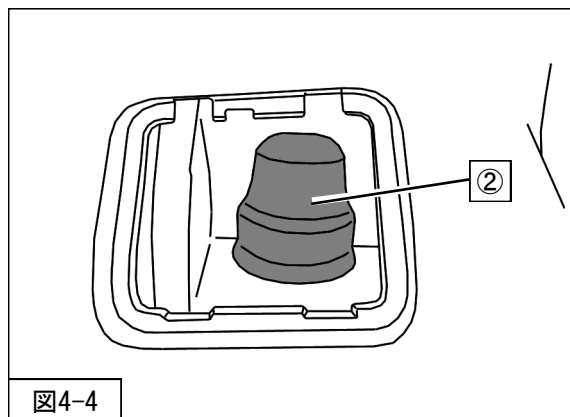

図4-4
- 6. ②ラバーキャップを取付けてください。(図4-4)
リアの減衰力調整は、ラバーキャップ（純正部品）を取外して行ってください。（図4-4）